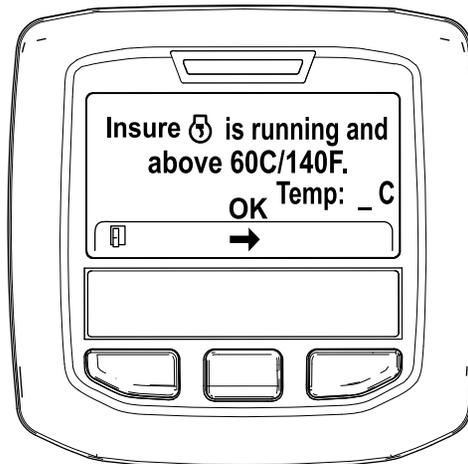

Рисунок 52
5. Если температура охлаждающей жидкости ниже 60 °C (140 °F), появится сообщение «Insure is running and above 60C/140F» («Убедитесь, что двигатель работает и температура выше 60 °C / 140 °F»). (Рисунок 52).